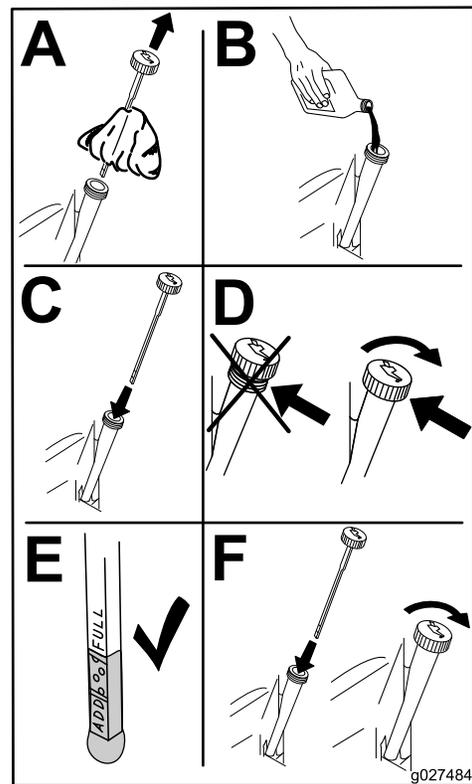

Figure 22
4. Versez lentement environ 80 % de la quantité d'huile spécifiée dans l'orifice de remplissage (Figure 22).
5. Patientez 3 à 5 minutes pour donner le temps à l'huile de se stabiliser, puis contrôlez le niveau (Figure 22).